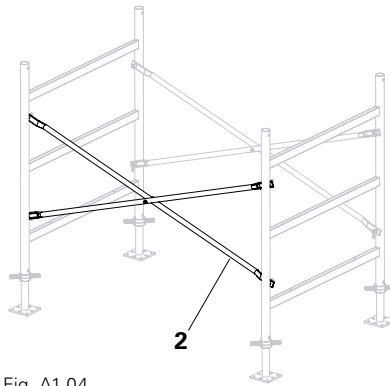

Fig. A1.04
6. Mount the second PD 5 Diagonal Brace (2). (Fig. A1.04)